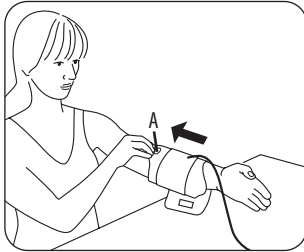

Fig. 1
- La mesure doit être effectuée sur le bras nu (sans vêtements). Dans le cas où votre brassard est complètement ouvert, introduisez l'extrémité du brassard à travers la boucle métallique, afin de créer une boucle. La fermeture auto-agrippante doit être orientée vers l'extérieur. Saisissez le brassard par la languette A (voir Fig. 1) et tirez-le sur la partie supérieure de votre bras.